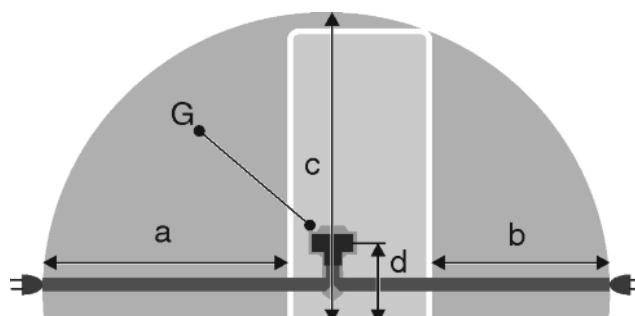

Fig. 41
- Zásuvka sa nachádza mimo oblasti zadnej strany zariadenia v uvedenej oblasti Fig. 41 (a, b, c).
- Zástrčku zariadenia Fig. 41 (G) zastrčte na zadnej strane zariadenia. Dabajte na správne zaklapnutie.